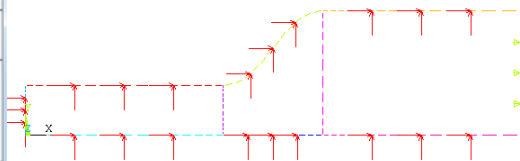

图 5-22 边界条件
④得到如图 5-22 所示的边界条件。单击“ANSYS”工具条的“SAVE_DB”按钮保存数据。